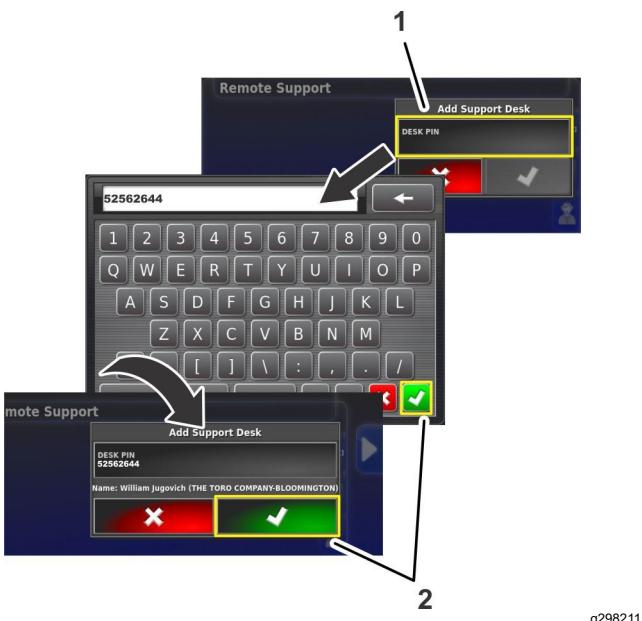

Figura 213
4. Premete l'icôna PIN ASSISTENZA (Figura 213).
5. Utilizzate la tastiera sullo schermo per digitare il codice PIN di assistenza registrato al punto 1, quindi premete l'icôna Conferma (Figura 213).
6. Nella schermata Aggiungi assistenza, premete l'icôna Conferma (Figura 213).